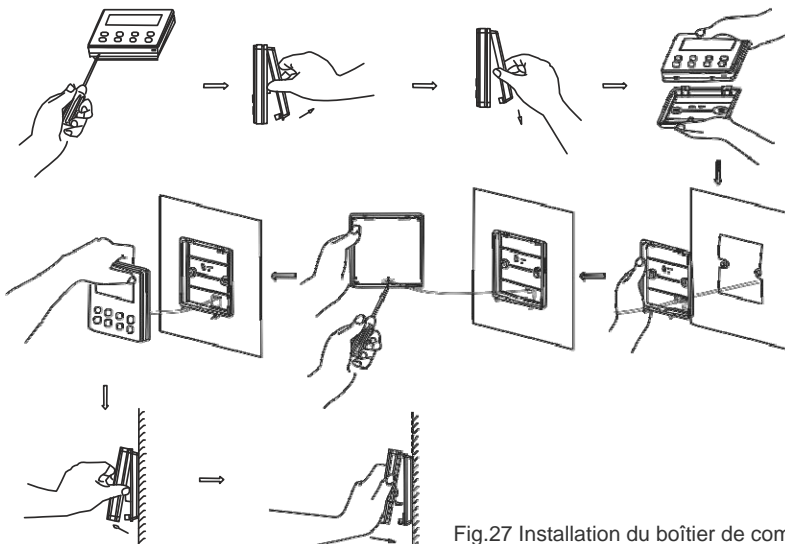

Fig.27 Installation du boîtier de commande
(2). Une fois l'unit. Int. hors tension, fixez la ligne de com. sur la plaque de connexions à l'aide de vis. Ensuite, les étapes d'installation spécifiques sont indiquées dans la Fig.27 :